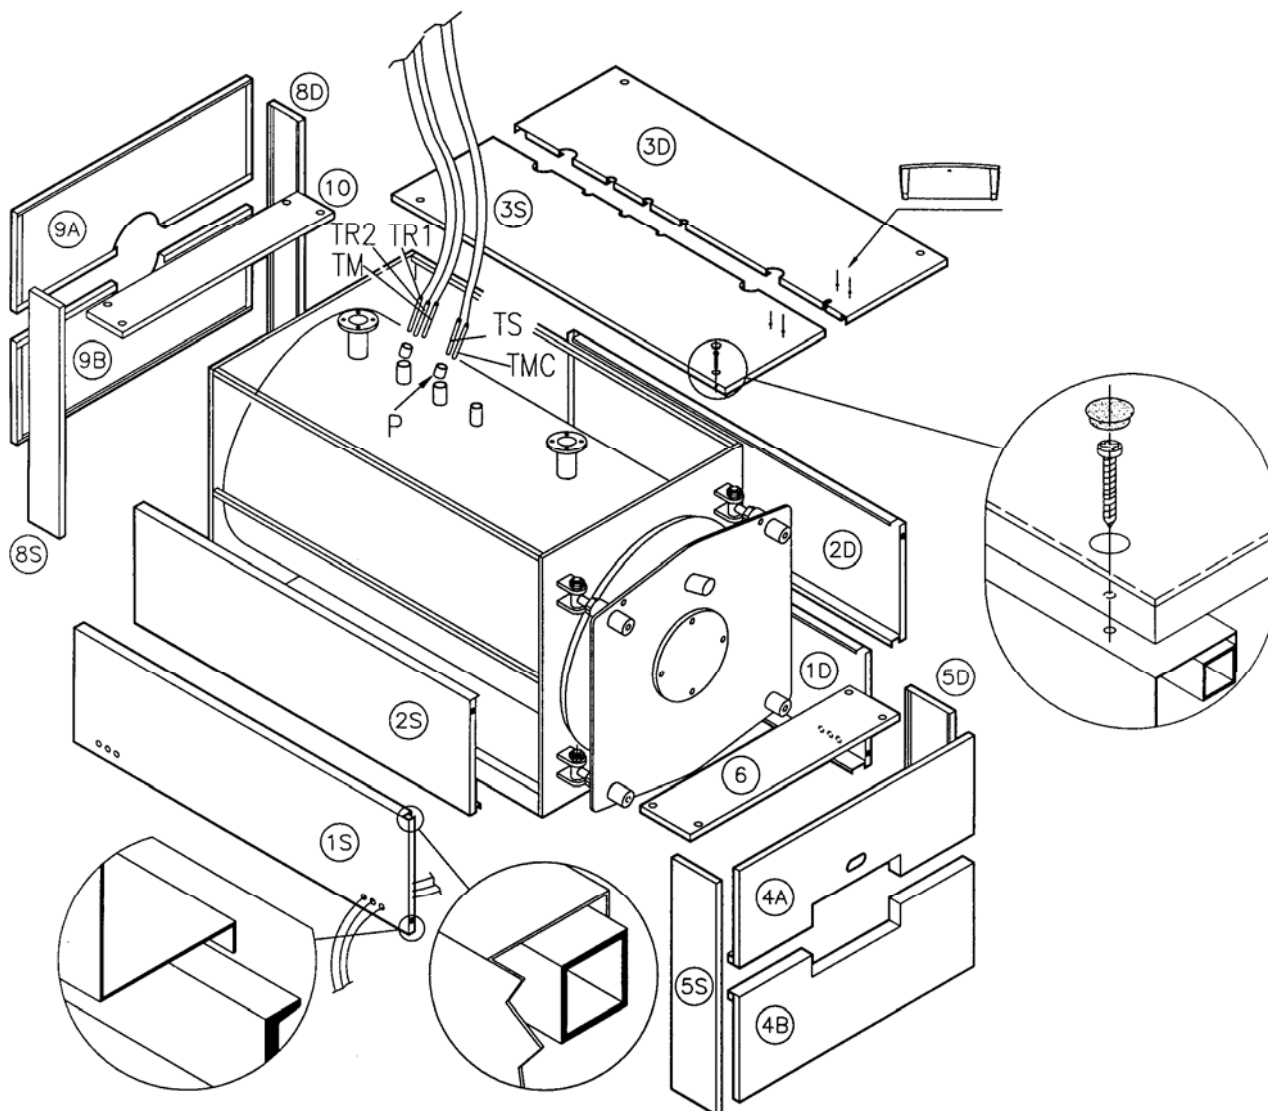

Рис. 9
4.3 ОБШИВКА КОТЛА REX/REX K 50÷130 (Рис. 9)
- Обернуть стекловатой корпус котла, оставив видимыми Зумпфы для колб (P), расположенные на правой стороне.
- Установить верхнюю панель (3S) на котел; зафиксировать панель управления на панели (3S); размотать капилляры термостатов и термометра и вставить колбы в зумпфы (P).